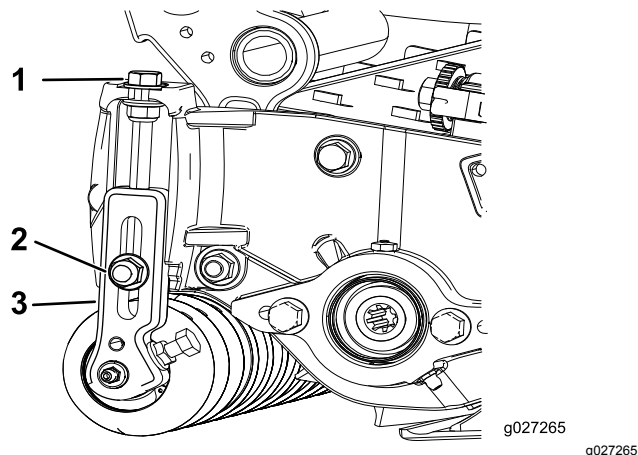

Figura 15
1. Afloje las contratuercas que sujetan los soportes de ajuste de la altura de corte a las chapas laterales de la unidad de corte (Figura 15).